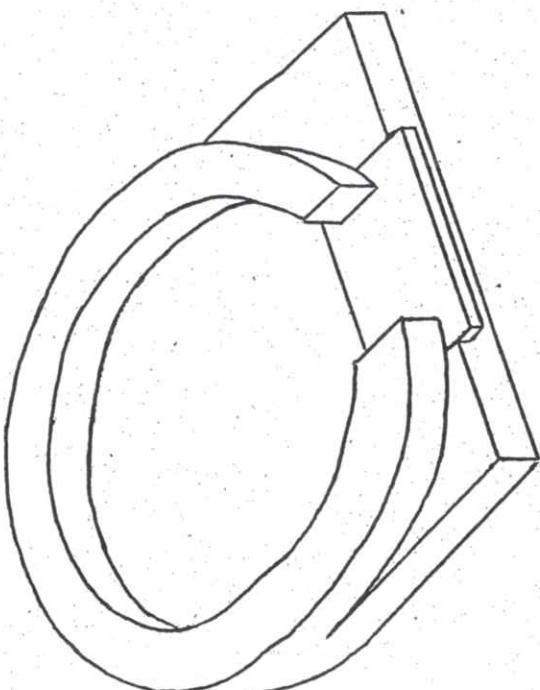

Figure 12 - la base de la voûte
- Former la base de la voûte, un cordon de terre de 10 cm de haut par des pierres liées à de la terre. (Figure 12)